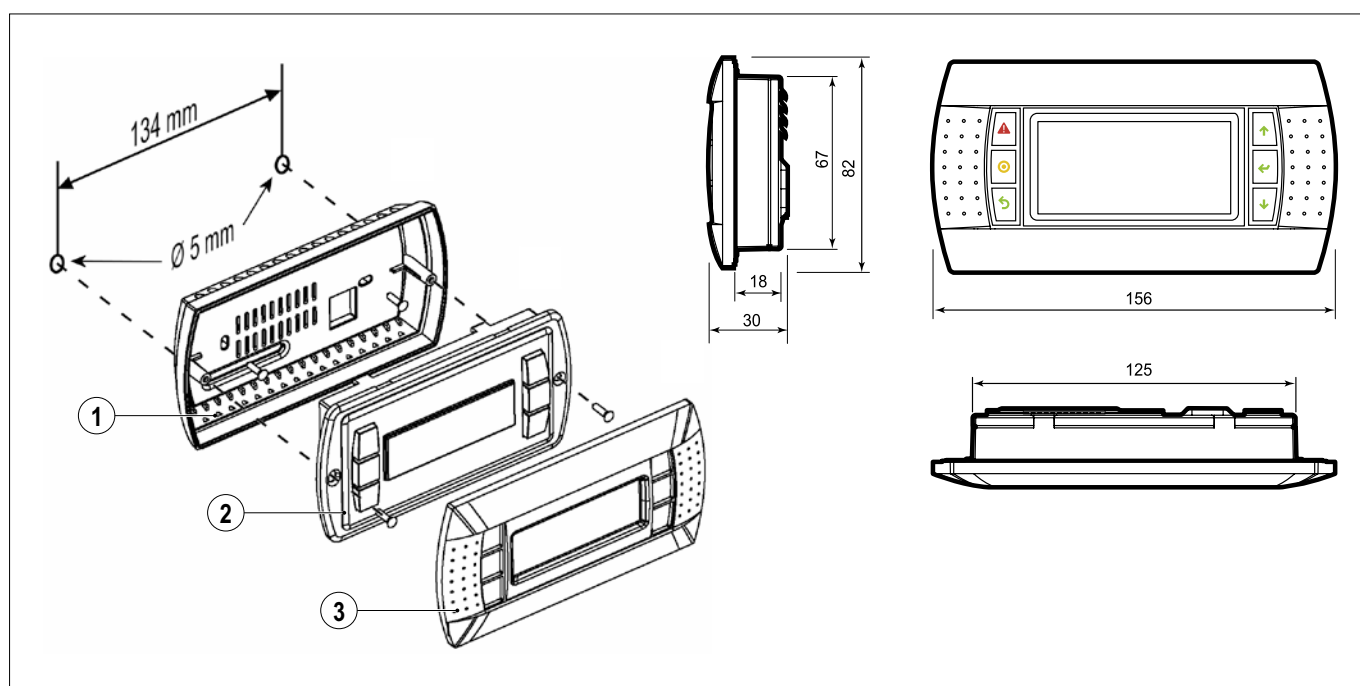

FIG. 76 (Fissaggio del terminale)
- 1) Fissare il retrocontenitore (**FIG. 76 - Rif. 1**) alla scatola standard o alla parete
- 3) Fissare il frontale (**FIG. 76 - Rif. 2**) al retrocontenitore (**FIG. 76 - Rif. 1**) mediante le viti fornite con il kit
- 4) Installare la cornice a scatto (**FIG. 76 - Rif. 3**)